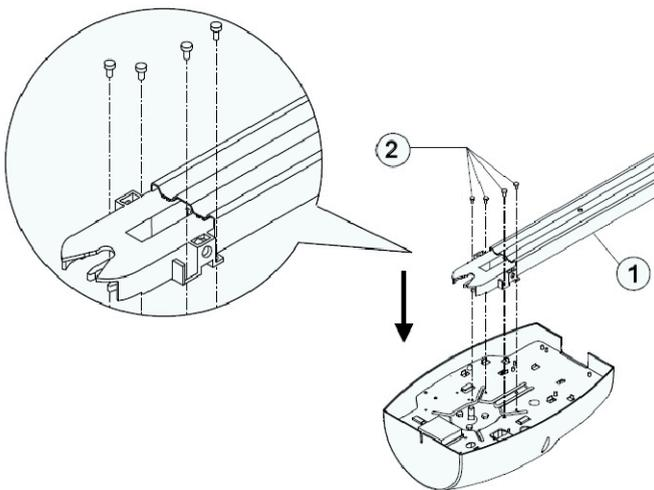
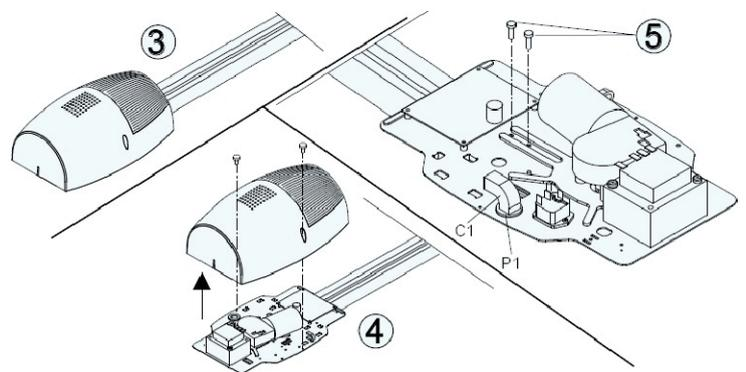

рис. 8
рис. 9
- Заблокируйте рейку с головой, рис. 8 (поз. 1-2) и рис.9 (поз. 3-4-5).
Расположите входы соединений аксессуаров, устройств безопасности и управления, разделяя низковольтные кабели от кабелей 230 В. Произведите соединения как на рис. 9 поз.5P1.
Кабель подключения аксессуаров должен быть проложен через специальный проводник (рис.9 поз.5C1).